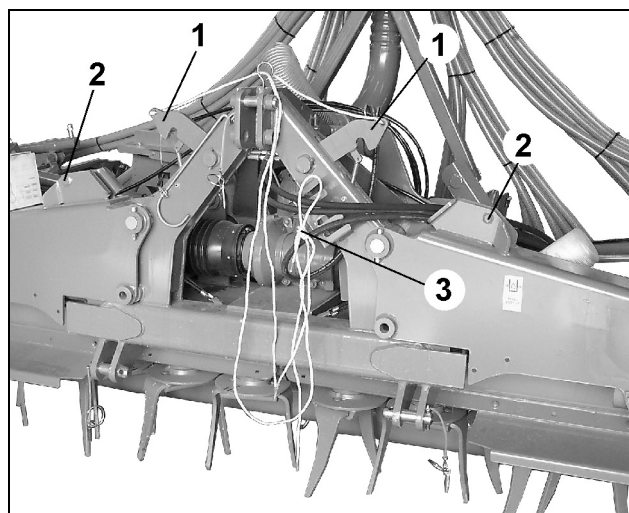

Fig. 97
- Maskinen klappes ud; låsemekanismen afsikres først ved hjælp af wiretræk fra førerkabinen (Fig. 97/3).